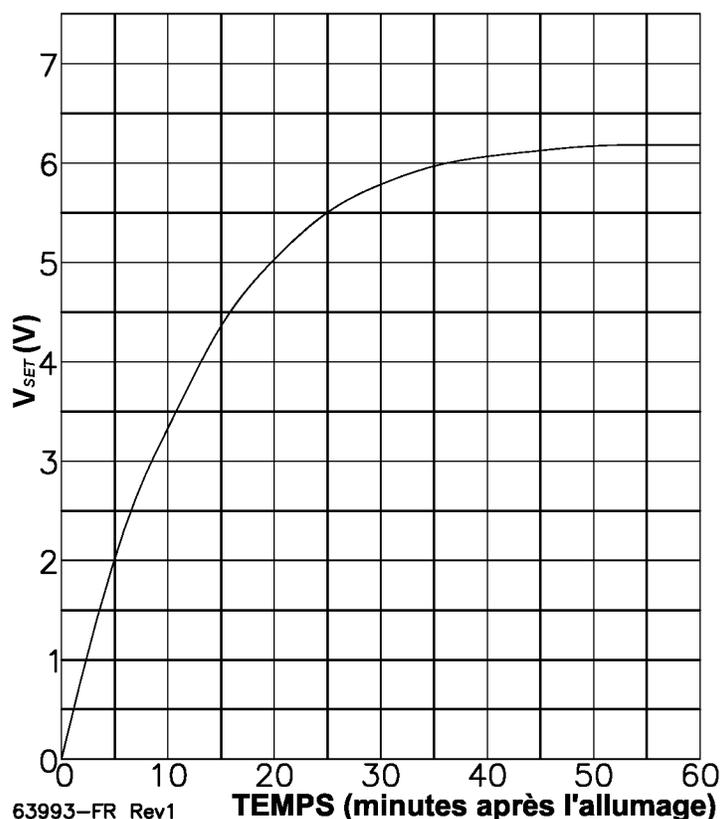

Figure 18 - V_{SET} en fonction du temps après l'allumage, reponse typique
3. Connectez un voltmètre entre les bornes 5 (+) et 6 (-). Cela affichera le V_{SET} mesurée. Il montera comme illustré à la Figure 18 à mesure que le TEG se réchauffe.